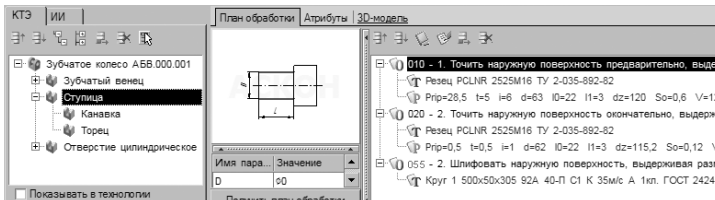

Рисунок 73
22. Установите курсор на элементе КТЭ *Ступица*. Перетащите на вкладку **План обработки** этого элемента последовательно переход 1 операции *010 Токарная с ЧПУ*, переход 2 операции *020 Токарная с ЧПУ* и переход 2 операции *055 Круглошлифовальная* (рис. 73).